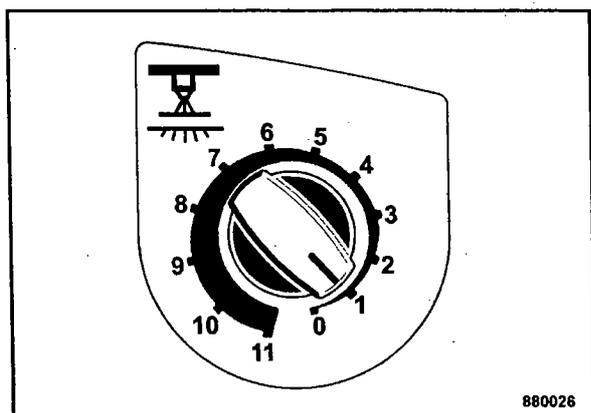

Fig. 61
- Meter el conmutador de intervalos para rociado a presión (Fig. 61) en el intervalo deseado.